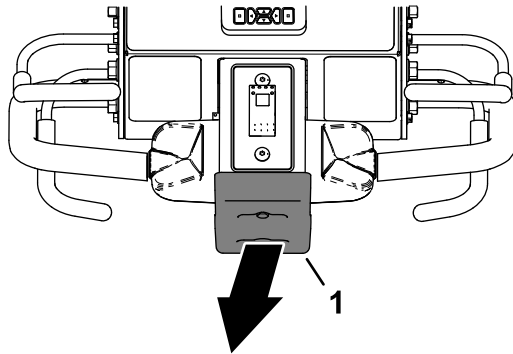

Figura 92
2. Allontanatevi dall'interruttore di arresto per presenza di dossi (Figura 92).